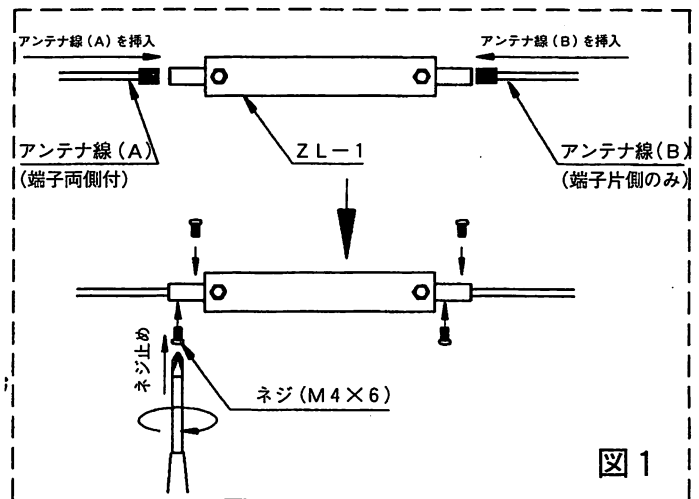

図1
- ローディングコイル (ZL-1) とアンテナ線 (A), (B) を図1のように挿入し、お手持ちのドライバーで4箇所ネジ止めします。